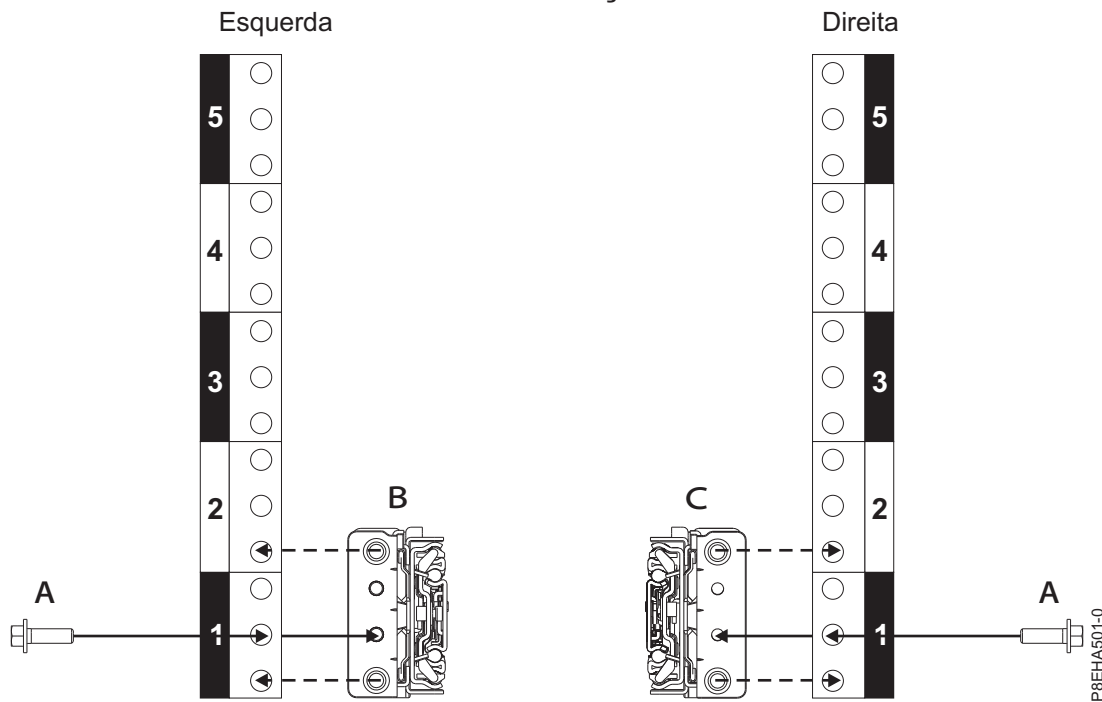

Figura 5. Conectando os trilhos deslizantes na parte traseira do rack
12. Prenda o trilho deslizante esquerdo (B) e o trilho deslizante direito (C) com um parafuso M5x16mm (A), conforme mostrado em Figura 5. Insira e aperte cada parafuso no orifício roscado deslizante de flange, localizado no orifício intermediário da unidade de rack EIA inferior.